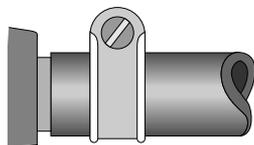

fig. 5
**CONTROLLARE** che il tubo in gomma sia calzato completamente sui portagomma e sia bloccato saldamente da eventuali fascette stringitubo (vedi fig 5).